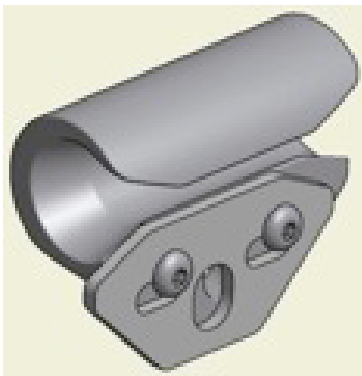
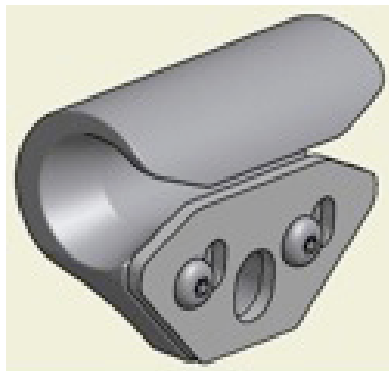

Abbildung: 1 OFFEN
Abbildung: 2 GESCHLOSSEN
- Schieben Sie den Schnapper des SLC von der offenen (Abb. 1) in die geschlossene Position (Abb. 2), so dass beide Langlöcher ausgerichtet sind, damit der Karabiner befestigt werden kann.